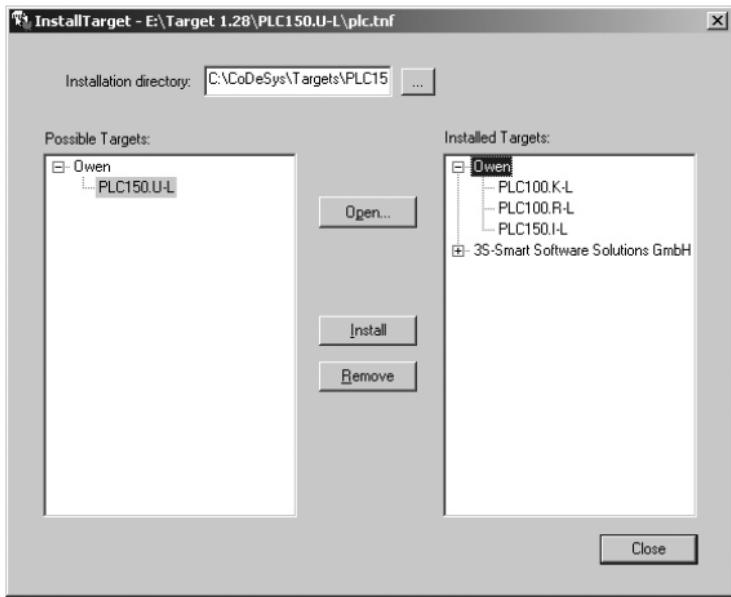

Рисунок 5.1 - Окно «InstallTarget» утилиты InstallTarget
- В открывшемся при запуске утилиты **InstallTarget** окне (рисунок 5.1) – нажать кнопку Open и указать путь доступа к инсталлируемому Target-файлу (имеющему расширение **\*.tnf**, Target Information File). Target-файлы контроллеров ОВЕН ПЛК150 могут быть скачаны с сайта [www.owen.ru](http://www.owen.ru). При скачивании с сайта папку с Target-файлами надо разархивировать и сохранить на жестком диске ПК.